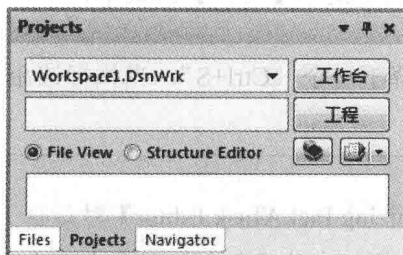

图 1-25 新建工作区
(1) 执行【文件】/【New】/【设计工作区】命令，即可新建一个设计工作区，默认名为“Workspace1. DsnWrk”，显示在【Projects】面板上，如图 1-25 所示。
(2) 单击 **工作台** 按钮，执行菜单命令【保存设计工
创建一个新的工程或一个新的设计文件时，系统会自动将该工程或文件放在当前正在使用的工作区内。若当前所有的设计工作区都处于关闭状态，则系统会创建一个默认名为“Workspace1.DsnWrk”的设计工作区供用户使用，作为新项目或新设计文件的运行平台，如图 1-25 所示。对于该工作区，用户可以保存为自己的工作区，也可以不保存。